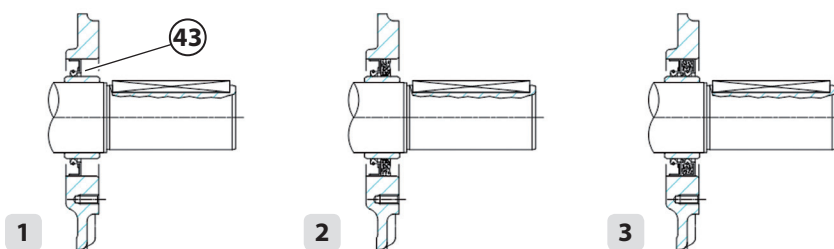

Fig.19
Qualora siano presenti 2 anelli paraolio (43), sostituirli con altrettanti paraoli nuovi riempiendo, durante il montaggio, con grasso al litio la camera presente fra i due (come mostrato in fig.19)
Remove the key 30 and disassemble the sump 12A. If there are 2 seal rings (43), replace them with new ones and fill, during the assembly, the chamber between the two with lithium grease (as shown in fig.19)
S'il y a deux joints à lèvres montés (rep 43), les remplacer par de nouveaux joints. Pendant le montage, prendre soin de remplir l'espace entre les deux avec de la graisse au lithium (voir fig.19)
Montieren Sie die Passfeder 30 und das Gehäuse 12A ab. Wenn es 2 Dichtringe (43) gibt, wechseln Sie diese durch neue Dichtringe aus und füllen Sie die Kammer zwischen den beiden während der Montage mit Lithium Schmierfett (als zeigt in fig.19)